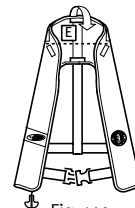

Fig. 14c
3. Repliez le collet (pan E) le long de la ligne pointillée et attachez-le avec les bandes de velcro (Fig. 14c.).